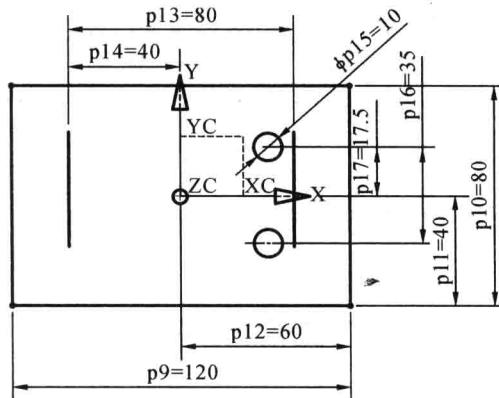

图 1-10 约束两圆心位置
(7) 单击“自动判断的尺寸”,分别将光标移至两个圆的圆心位置,待圆被选中后单击鼠标,进行两圆圆心位置尺寸标注,然后选择一圆圆心与 X 轴标注尺寸以进行位置约束,如图 1-10 所示。